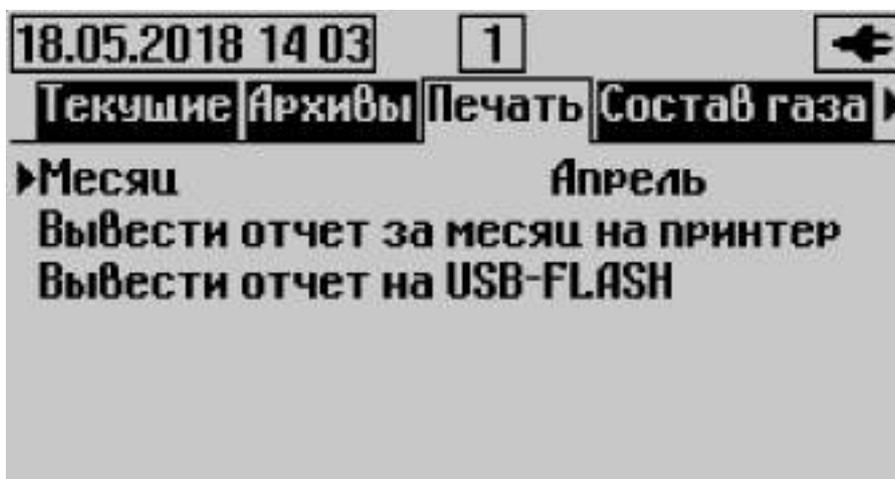

Рисунок 11 – Подменю выбора месяца для вывода посуточного архива
– «Отчёт за месяц» (рисунок 11);